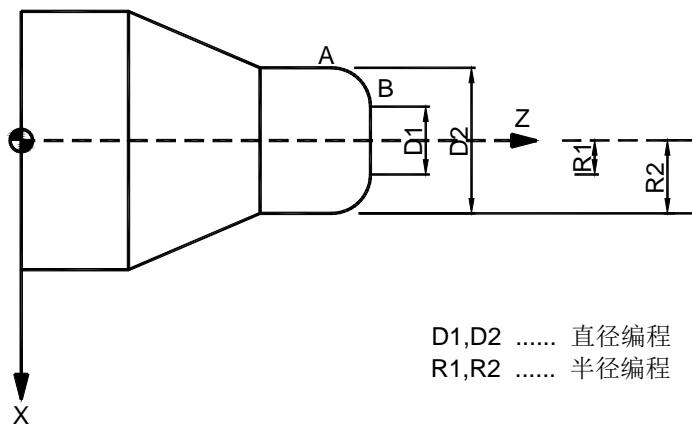

图 2—7
- 磨床控制系统的 CNC 编程时，有直径编程和半径编程两种方法，如图 2—7。